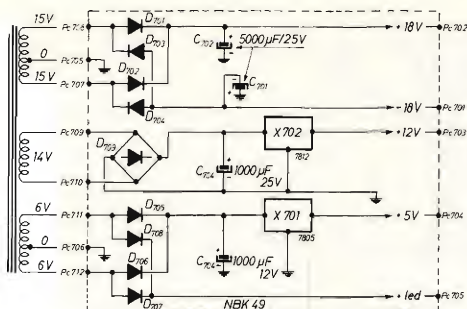

figura 6-10
- Lo schema è visibile in figura 6-10.